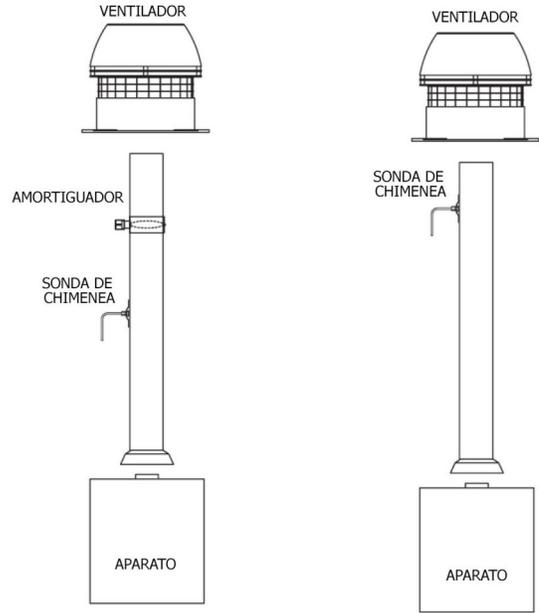

FIGURA 43
6. En el montaje de chimeneas, la sonda debe instalarse cerca de la entrada del ventilador. **Ver figura 43**